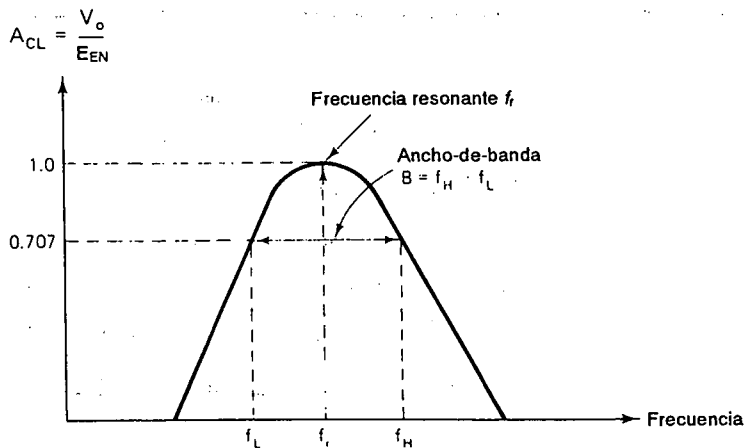

FIGURA 11-10 Un filtro pasa-banda tiene una ganancia máxima a la frecuencia de resonancia f_r . La banda de frecuencias transmitidas queda entre f_L y f_H .
Un filtro pasabanda es un selector de frecuencia. Permite seleccionar o pasar únicamente una banda particular de frecuencias de entre otras que pueden estar presentes en un circuito. En la figura 11-10 se muestra su respuesta normalizada en frecuencia. Este tipo de filtro posee una ganancia máxima a una frecuencia resonante f_r . En este capítulo todos los filtros pasabanda tendrán una ganancia de 1 o 0 dB en f_r . Hay una frecuencia por debajo de f_r en la que la ganancia cae a
0.707. Es la *frecuencia inferior de corte*, f_L . En la *frecuencia de corte mayor*, f_H , la ganancia también es igual a 0.707, como en la figura 11-10.